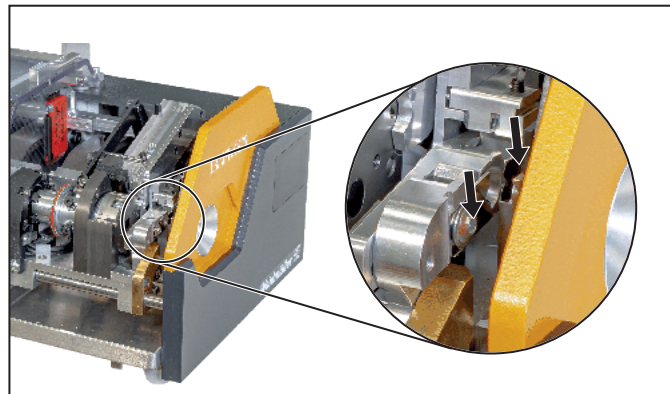

Figura 8.1 Sostituire il coltello spellafili
- ▶ Rimuovere le viti di fissaggio delle due coppie di lame, vedi Figura 8.1.